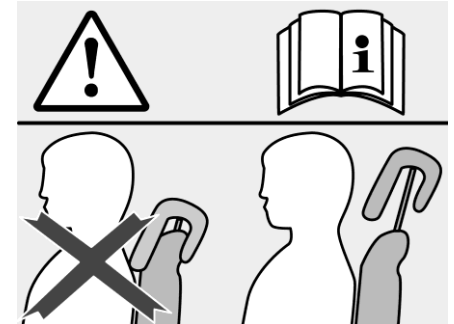

Fig. 26 Impostazione corretta dei poggiatesta
- Tirare i poggiatesta verso l'alto o spingerli verso il basso finché non raggiungono la posizione desiderata (Fig. 26).